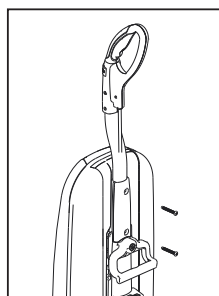

Fig. 3
3. Réinstallez le support de la poignée (Fig. 3).